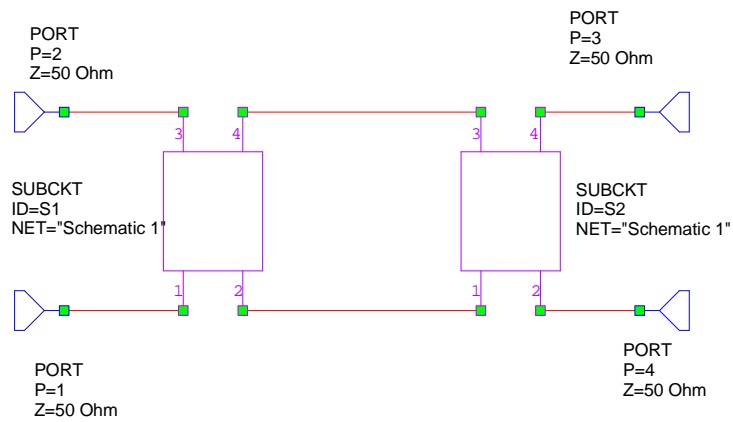

Рис.6
2.3.4.1 Создать эквивалентную схему переключателя в режиме, когда работает приемник. Рис.6